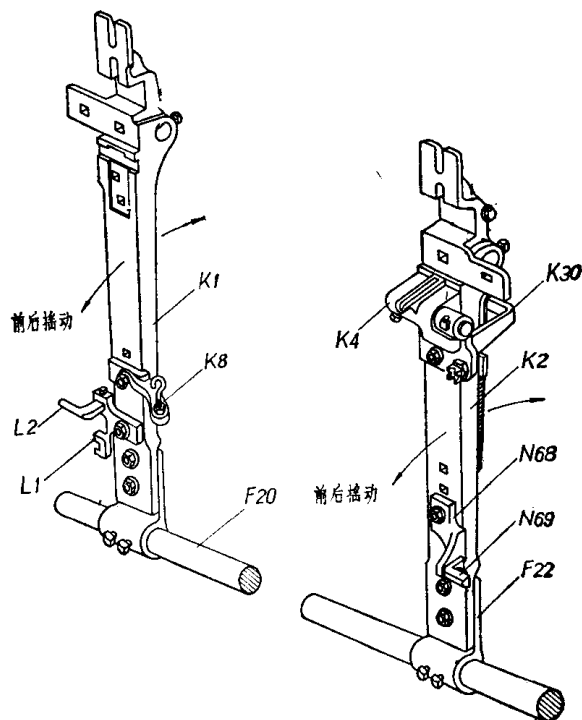

图3 摇松箱座脚托架
9. 为了便于拆卸箱座脚托架 $F22$, 可先扳松一侧托架上的紧定螺钉, 脱开牵手 $K35$, 摇动箱座脚, 使托架松动, 如图3所示。用同样方法摇松另一侧托架。张力重锤杆 $C14$ 拆卸前也应摇松;